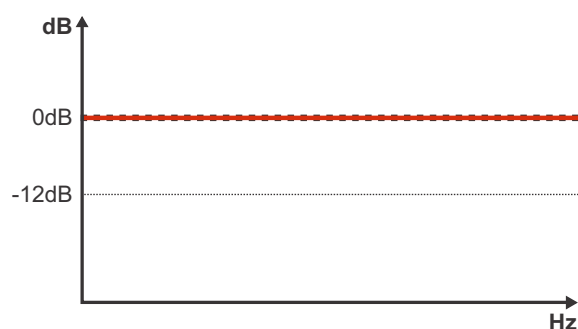

Figura 1
- Selecione a chave na posição "FULL" e o controle variável "HIGH" em 5Hz - Todas as freqüências serão reproduzidas conforme a "Figura 1";